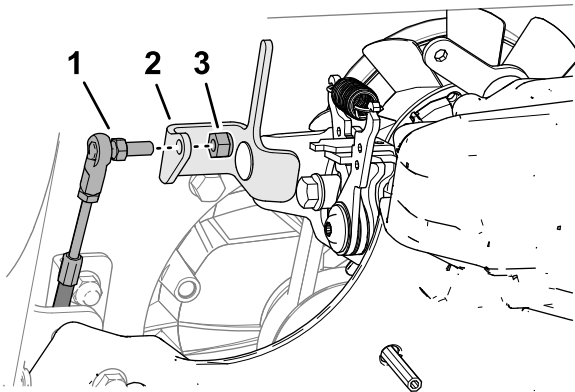

Figura 50
1. Retire la contratuerca ($\frac{1}{4}$ " que sujeta el acoplamiento del cable de control de tracción al soporte de control del transeje, y separe el cable del soporte (Figura 50).